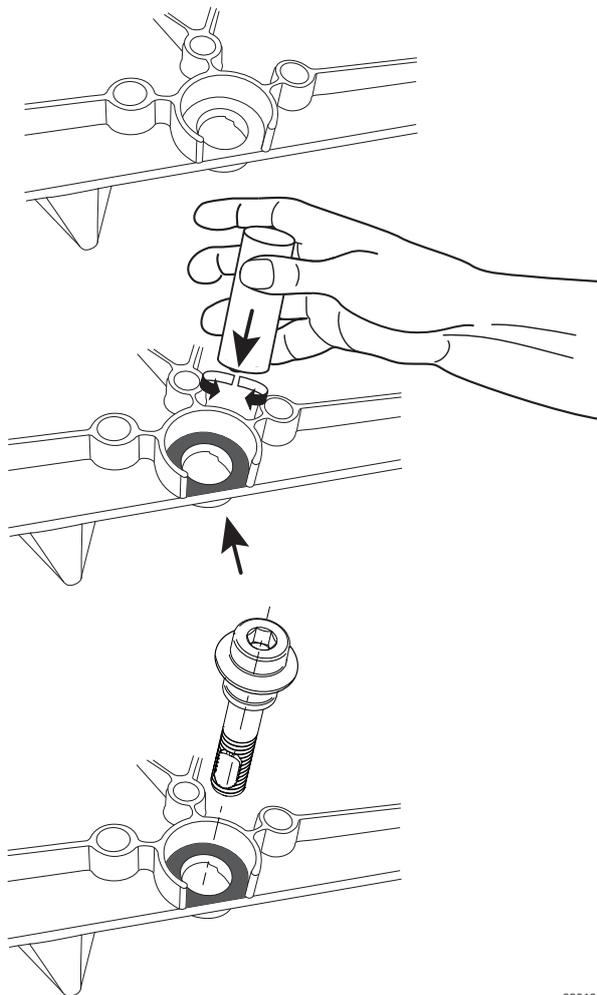

Abb. 75: Auftragen der Keramikpaste (Sach-Nr. 96.38564-7202)
- ➔ Tragen Sie Keramikpaste auf, wenn dort keine oder zu wenig vorhanden ist (s. Abb. 75).